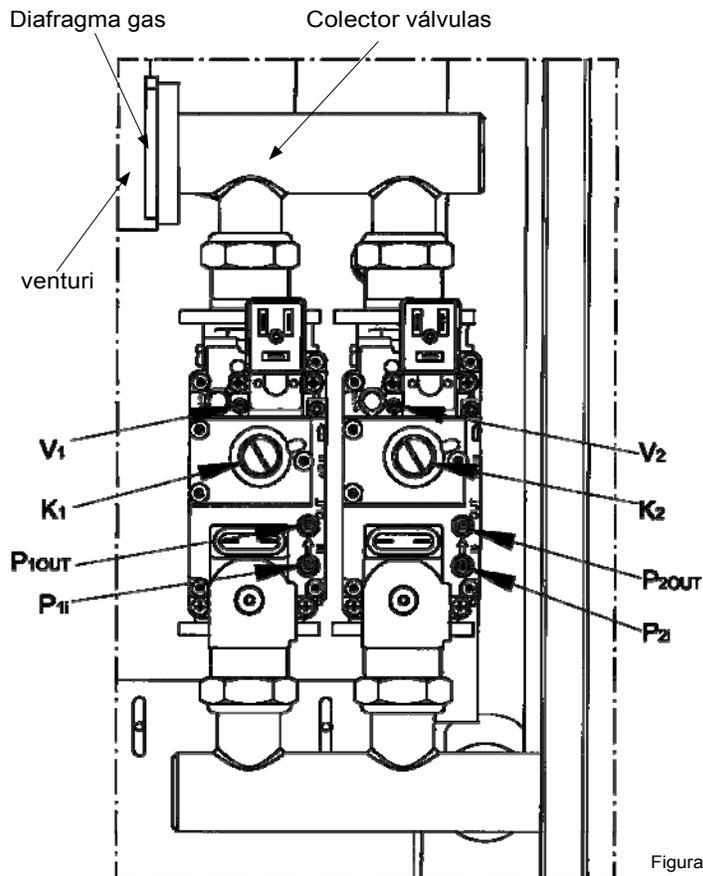

Figura 8b
6.2 MODELOS CON VÁLVULA DOBLE (POWER HT 1.1250 Y 1.1500) FIGURA 8b
- Para los modelos con válvula doble sustituir el diafragma gas situado en la entrada del venturi (figura 8b).